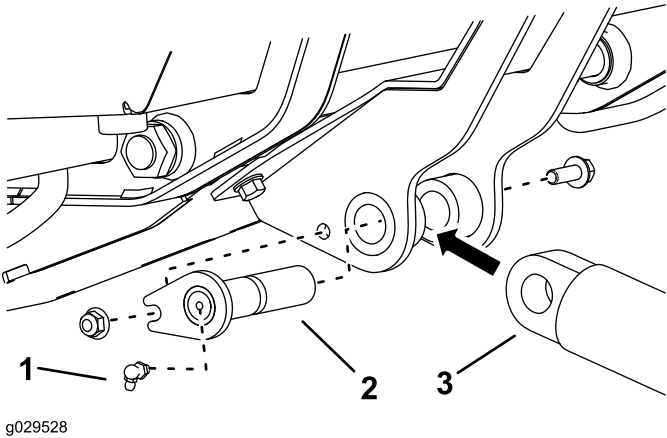

Figura 6
- Monte el extremo libre del cilindro hidráulico en el soporte del cilindro con el pasador de pivote del soporte del cilindro, un perno ( $\frac{3}{8}$ " x 1") y una tuerca ( $\frac{3}{8}$ "), según se muestra en Figura 6.
- Enrosque un engrasador en el extremo del pasador de giro, según se muestra en Figura 6.